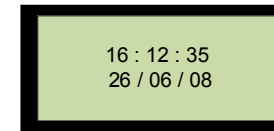

Рисунок 11
4.17 Полная информация о текущем времени доступна к отображению в режиме "Просмотр времени". Переход в режим "Просмотр времени" осуществляется нажатием и удержанием кнопки "СТОП" в режиме "Готовность" (см. рисунок 11).